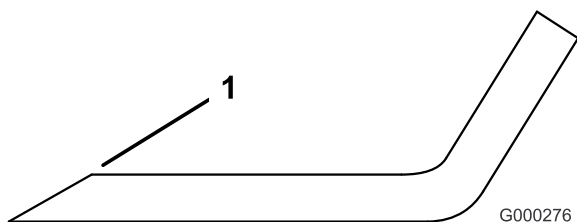

Figure 32
3. Examinez les tranchants de toutes les lames et affûtez-les s'ils sont émoussés ou ébréchés. N'aigüez que le haut du tranchant et conservez l'angle de coupe d'origine pour obtenir une coupe nette (Figure 32). Limez la même quantité de métal sur chacun des deux tranchants pour ne pas déséquilibrer la lame.